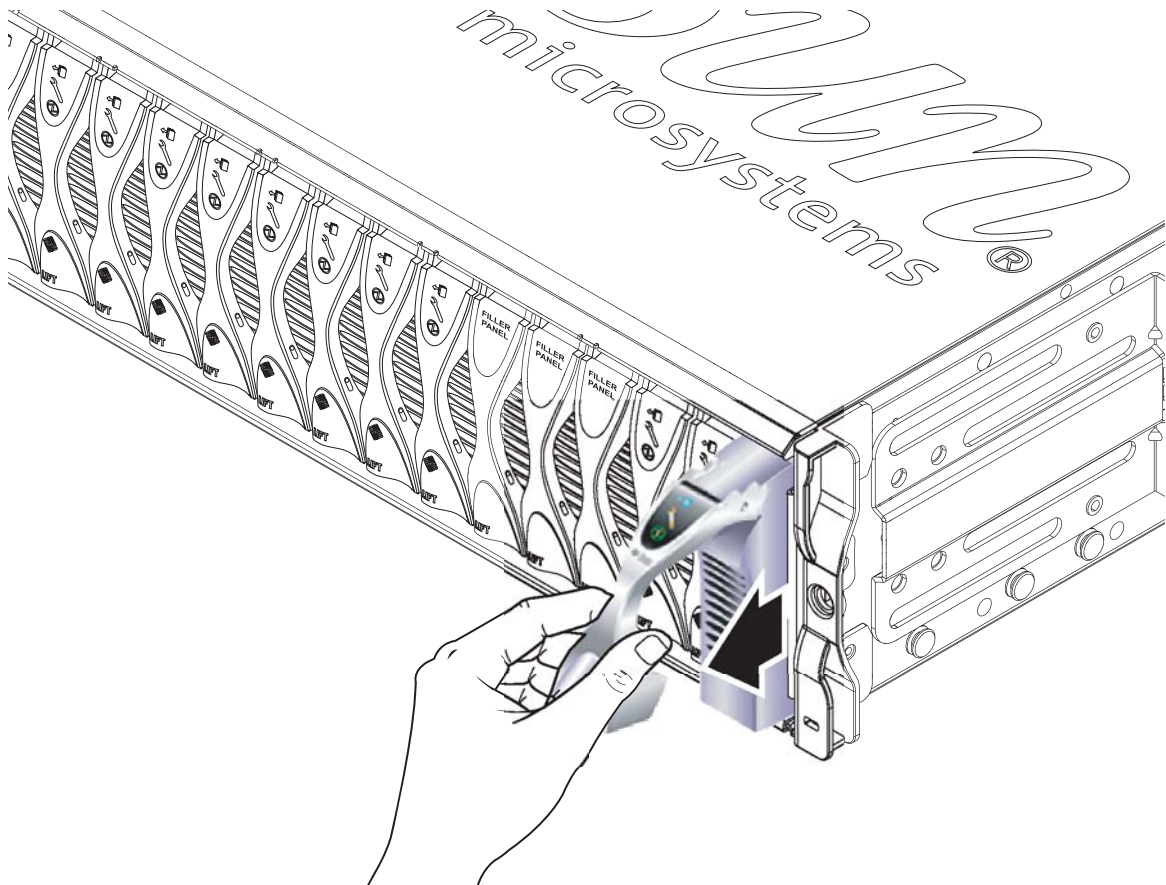

FIGURE 12-2 Mécanisme de levier débloqué du serveur Blade ou du cache
3. Tirer le levier vers l'avant et le haut permet de déverrouiller le levier du serveur Blade et d'éjecter partiellement le serveur du châssis (FIGURE 12-2).